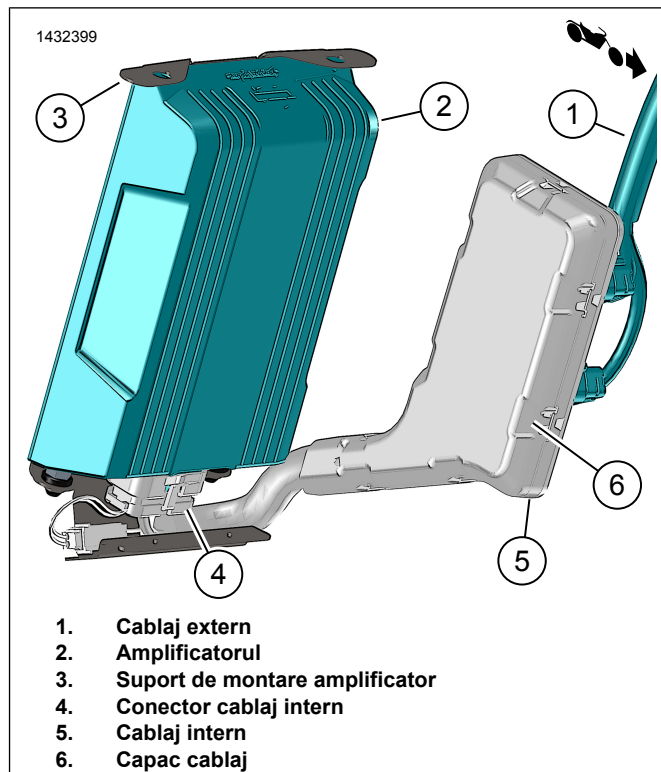

Figura 14. Ansamblu amplificator desagă dreapta
6. Figura 14 Conectați conectorul cablajului intern (4) la amplificator (2).
10. Figura 14 Montați capacul cablajului (6).